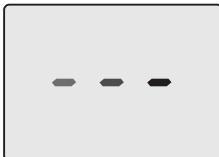
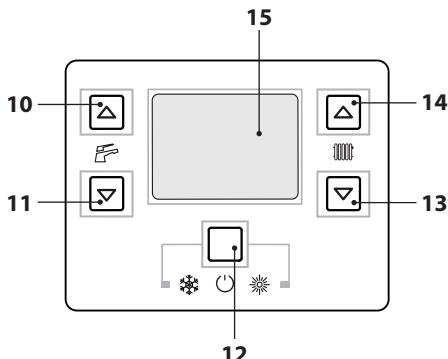

Рисунок 6.4
Рисунок 6.5
- Подключить котел при помощи двухполюсного выключателя, предусмотренного при установке. На ЖК-дисплее появится символ - - - (последовательно загораются тире, символизирующие движение) (Рисунок 6.4).
- Нажать и удерживать в течение 2 секунд кнопку 12, пока на дисплее не появятся символы и , см. Рисунок 6.5.
- Выключить котел, нажав и удерживая в течение 2 секунд кнопку 12 (Рисунок 6.5), пока на дисплее не появится символ - - - (последовательно загораются тире, символизирующие движение) (Рисунок 6.4).